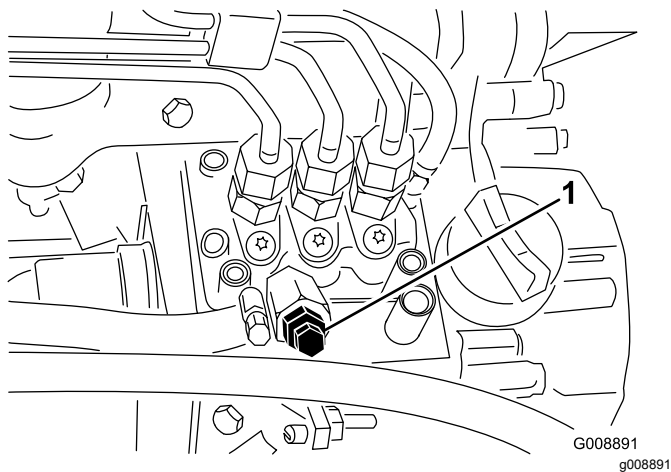

Figure 86
4. Desserrez la vis de purge sur la pompe d'injection (Figure 86).